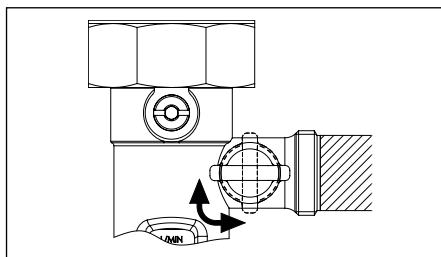

Fig. 6.18 Purge à l'aide du débitmètre
6. Procéder à la purge manuelle de l'installation solaire pendant le rinçage en fermant le robinet de vidange à tournant sphérique latéral du débitmètre pendant environ 20 secondes et en l'ouvrant brusquement à nouveau (fig. 6.18). Répéter ce processus régulièrement.